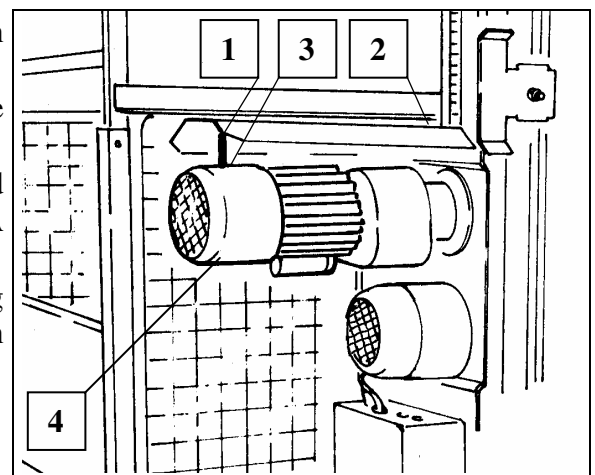

Fig. 22 Bremslüfthebel
- Einachsanhänger (1) rückwärts unter Lastbühne einfahren und ausrichten.
- Bremslufthebel aus der Halterung nehmen und in das Gewinde der Bremslüftung einschrauben (siehe Kap.8.1.1 Fig.22).
- Lastbühne vorne mittels Halterohr (2) sichern und am Eckpfosten mit Federriegel (3) abstecken.
- Bremslufthebel (Kap.8.1.1 Fig 22) an der Motorbremse vorsichtig betätigen. Das Fußteil fährt aus, bis es den Boden berührt.
- An Grundeinheit beide Transporträder (1) demontieren und verwahren.